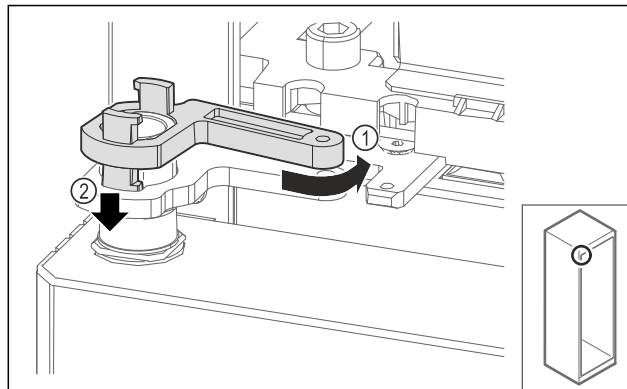

Fig. 66
- Ruotare indietro leggermente il fissaggio del blocco di supporto Fig. 66 (1), premere verso il basso Fig. 66 (2) e bloccarlo nell'angolo della cerniera.